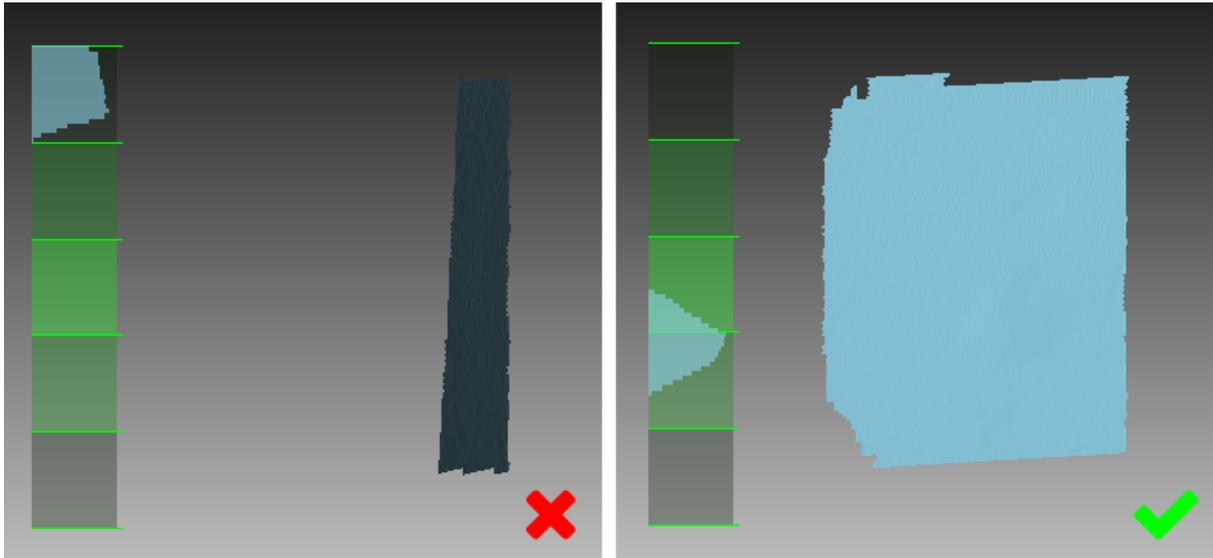

Abbildung 27: Scanner-Orientierung und rekonstruierte Flächen.
- Die Orientierung des Scanners so einhalten, dass das Sichtfeld ausreichend mit Flächen ausgefüllt ist (siehe Abb. 27)